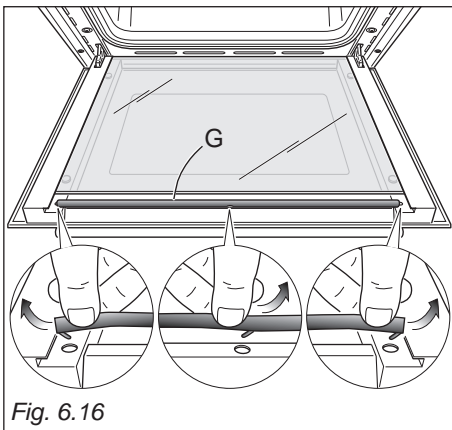

Fig. 6.16
- Avlägsna tätningsslistan "G" som på illustrationen Fig. 6.16.